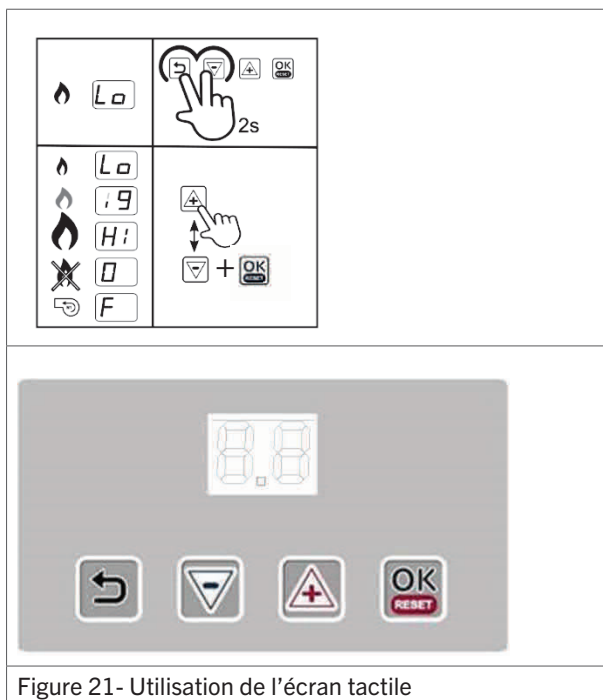

Figure 21- Utilisation de l'écran tactile
1. Appuyer pendant quelques secondes sur les touches **Retour** et (—) (figure 21). L'écran affiche alternativement les indications Lo et St, ce qui indique que l'aérotherme démarrera à la puissance minimale.
2. Appuyer sur les touches (+) et (—) pour sélectionner alternativement les puissances maximale et minimale (figure 21).